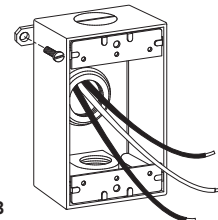

Figura 3
- Pase los alambres de alimentación dentro de la caja (Figura 3). Fije la caja a la superficie usando tornillos de 1" de longitud (no suministrados).